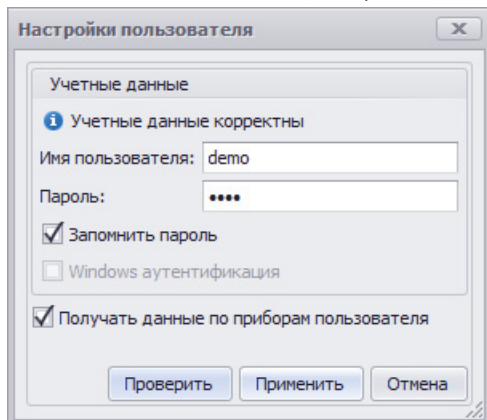

Рис.64. Корректные учетные данные.
- Если заданы правильные параметры подключения – настройки сервера и параметры пользователя, то появится сообщение «Учетные данные корректны» (**Рис.64**).